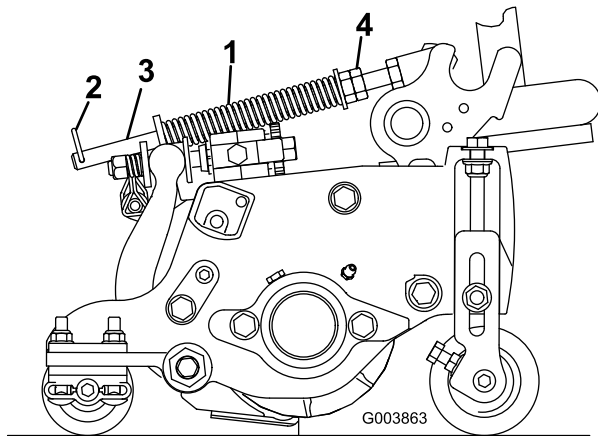

Figura 19
La molla di compensazione del manto erboso (Figura 19) trasferisce il peso dal cilindro anteriore al cilindro posteriore, per contribuire a ridurre l'ondulazione del manto erboso, detta anche fluttuazione o bobbing.
1. Verificate che la coppiglia sia montata nel foro posteriore dell'asta della molla (Figura 19).
2. Serrate i dadi esagonali sul lato anteriore dell'asta della molla, finché la lunghezza compresa della molla non è di 15,9 cm (Figura 19).